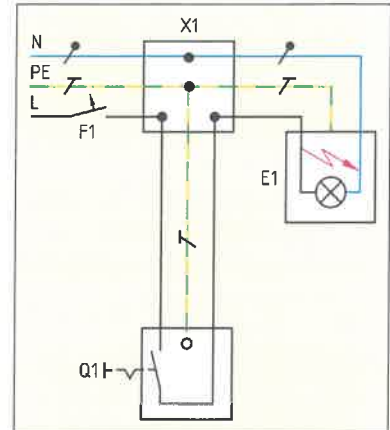

Bild 2: Schaltung der Flurbeleuchtung (mit Fehler)
8. Ein Elektroniker wurde von einem Kunden angerufen, um eine Störung zu beheben. Die Störung wurde mit den Worten beschrieben: „Als ich die Hängelampe (Bild 2) auf dem Flur einschaltete, schaltete der Sicherungsautomat sofort aus und nun kann ich das Licht nicht mehr einschalten.“